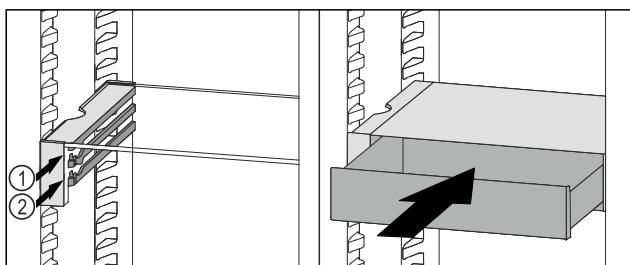

Fig. 136
- Zásuvku VarioSafe nasadte za zarážkami na požadovanom rebre Fig. 136 (1) alebo Fig. 136 (2).